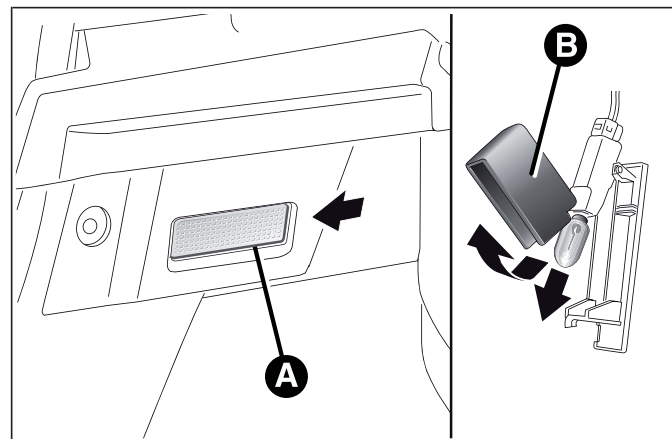

fig. 141
- aprire il bagagliaio ed estrarre la plafoniera A fig. 141 agendo nel punto indicato dalla freccia;